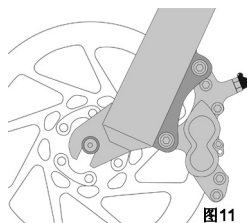
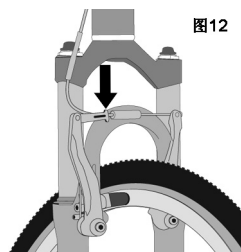

图11
图12
3. 一些刹车系统，例如碟刹(图11)和V刹(图12)，力度非常大，所以在使用时要非常小心直到熟悉他们的工作原理。
大部分的轮圈刹车有快拆系统，方便拆装车轮。当快拆处于打开状态时，刹车不起作用。咨询经销商，确保您了解快拆系统的工作方式(请参阅图12、13、14、15)，每次骑车前都检查确认前后刹车是否正常工作。